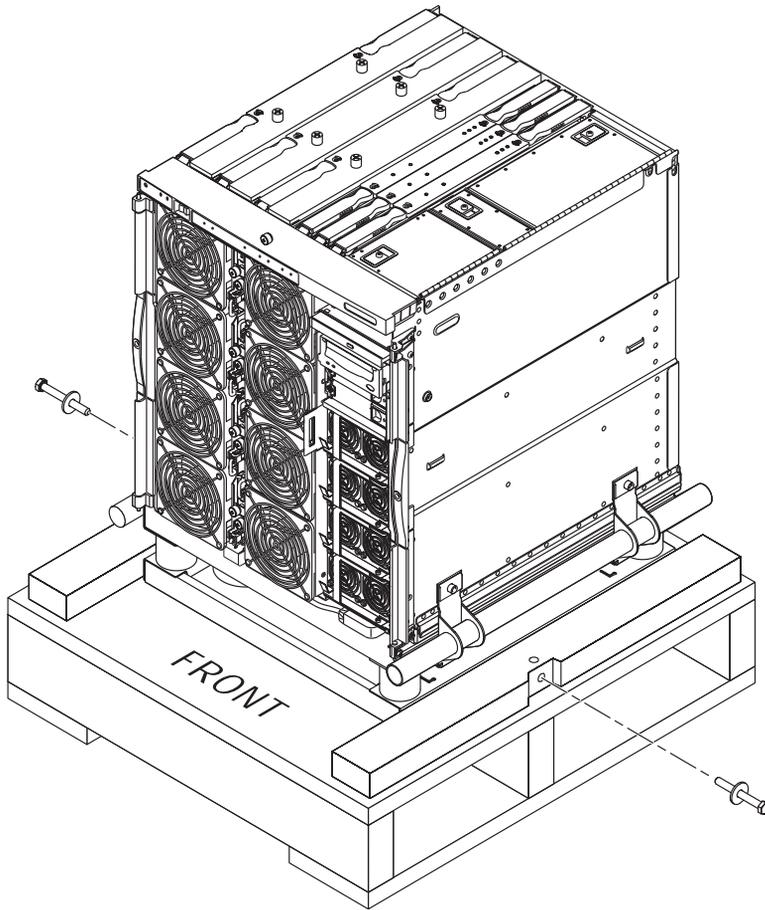

FIGURA 1-9 Extracción de los tornillos del soporte de envío
2. Retire los tornillos del soporte de envío (FIGURA 1-9).